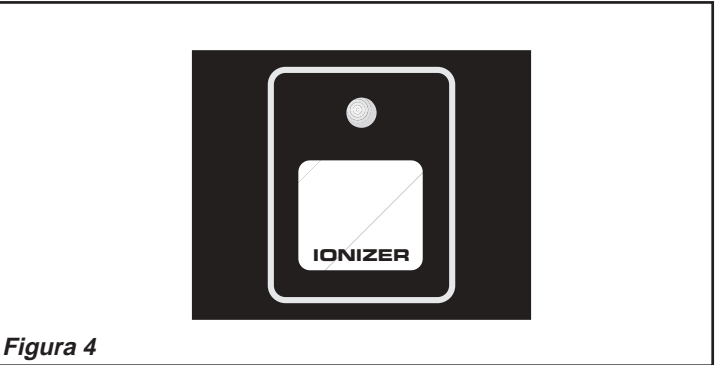

Figura 4
**IONIZADOR: (Figura 4)**
**FUNCIÓN DE PERSIANA (LOUVER): (Figura 4)**